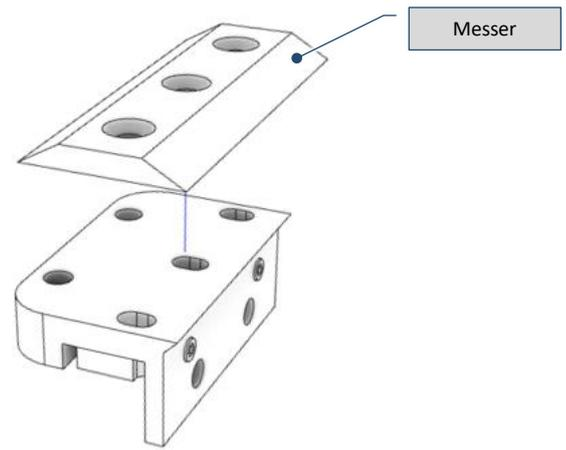

Fig. 9-31 – Entfernen der Klinge
- 8) Entfernen Sie die Klinge und führen Sie das Schärfen durch (Abb. 9-31);